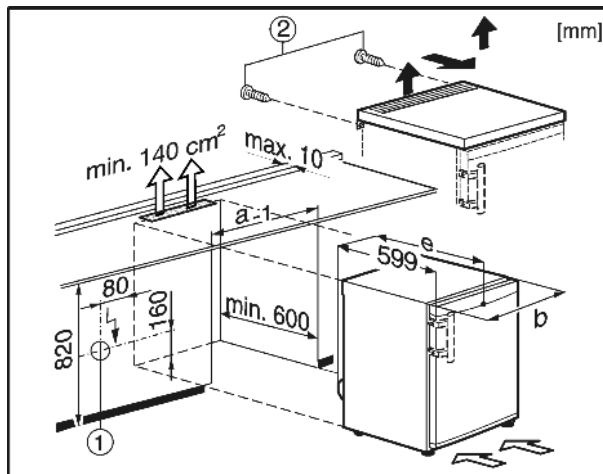

Fig. 9
Розетка Fig. 9 (1) при этом должна располагаться не у задней стенки устройства и быть легко доступна.
- Удалите болты Fig. 9 (2) на задней стенке.